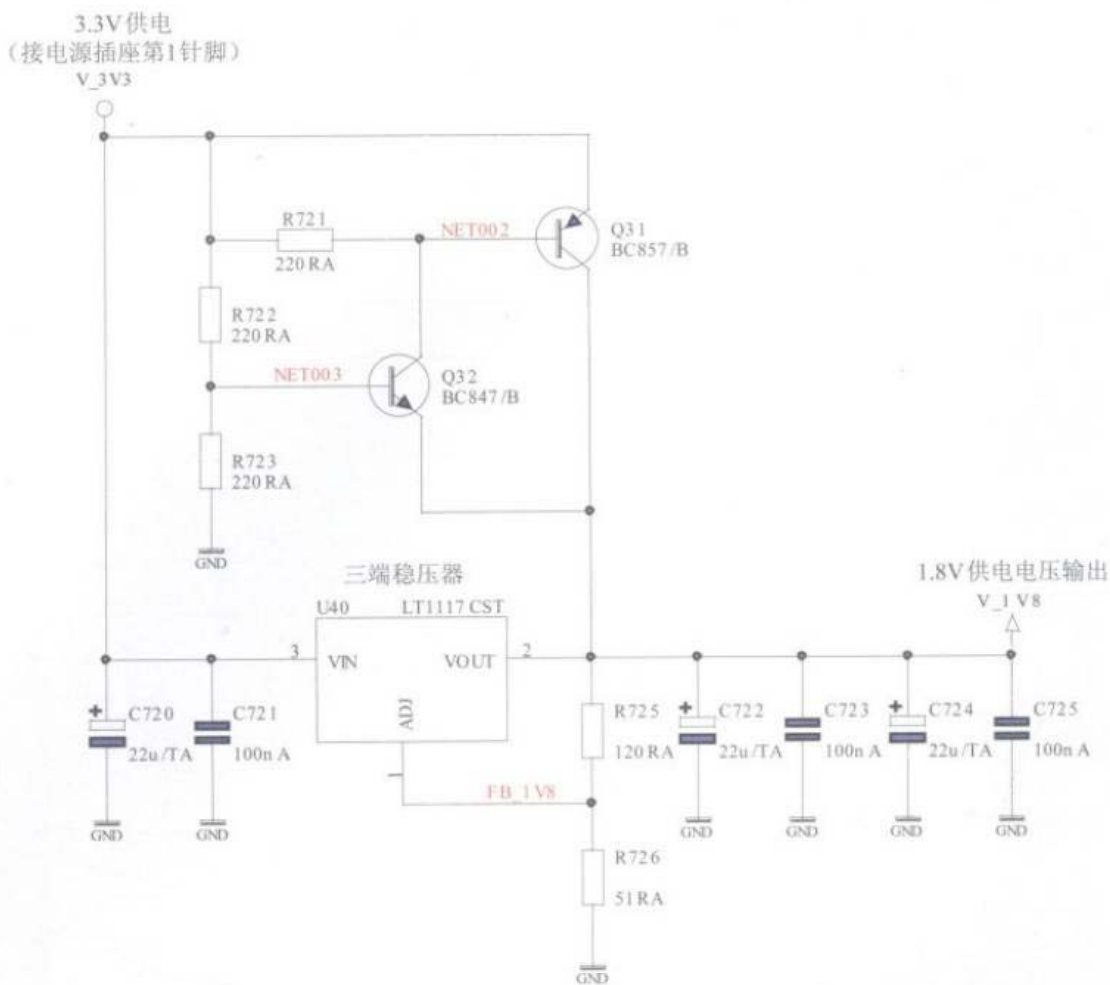

图8-42 三端稳压器组成的1.8V供电电路
1.8V供电电压一般是3.3V电压通过三端稳压器转换后得到,如图8-42所示为LT1117组成的1.8V供电电路。